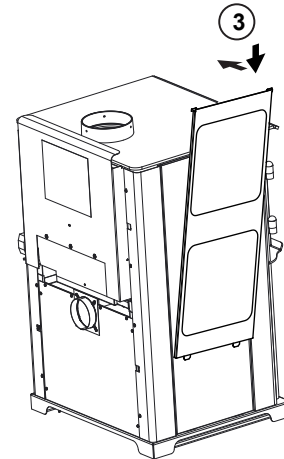

Figure 24.6
4. Fixez à nouveau le cadre des tuiles (**Figure 24.6**).